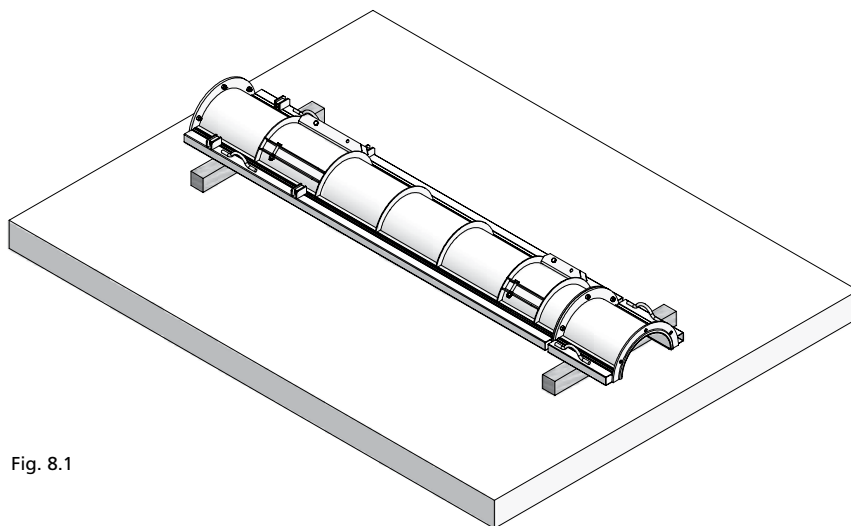

Fig. 8.1
2. Approcher les demi-coques de base et de rehausse et remettre en place les vis (Fig. 8.1).